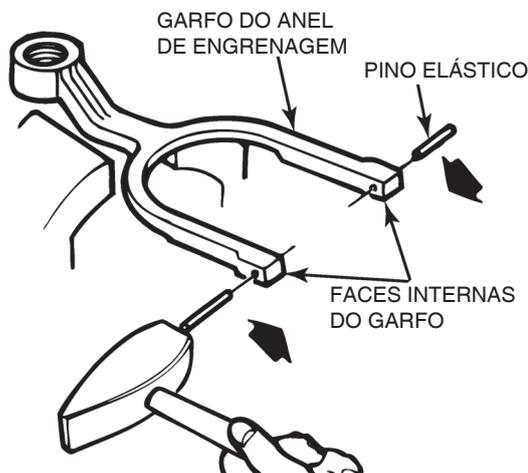

Figura 6.25
1. Nos modelos de diferenciais com garfo do anel de travamento com pinos elásticos, instale dois pinos elásticos nas extremidades do garfo. Introduza os pinos até os mesmos estarem faceando com o lado interno do garfo. Figura 6.25. Não instale os pinos em sua posição final neste momento.